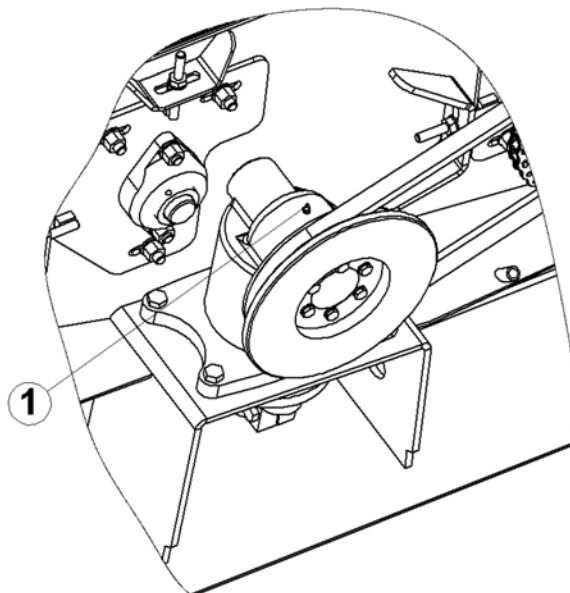

Abb. 2
Die Schmierung der Getriebe mit Schmierfett EP2 erfolgt alle 50 Arbeitsstunden mit Hilfe vom Schmiernippel (1) (Abb.2) – 5 Einspritzen.